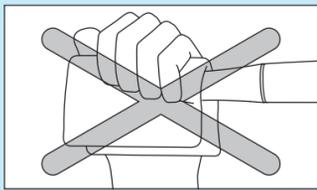

図11
- ・ハンドピース内の余分なオイルを排出するために空運転する場合は、パーを取り外したまま15秒ほど空運転してください。その際、オイル飛散を防ぐため、ヘッドに布等をあてがう場合は、プッシュボタンを押さないように注意してください(図11)。パーが取り付けられなくなる恐れがあります。